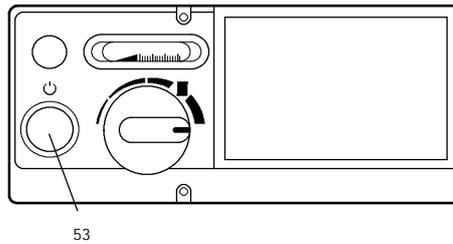

fig. 5.2
- 4 Premere il pulsante acceso/spento della caldaia (53 in fig. 5.2).
- 10 Scollegare elettricamente la caldaia mediante il pulsante acceso/spento della caldaia (53 in fig. 5.2).
12 Ricollegare elettricamente la caldaia mediante il pulsante acceso/spento della caldaia (53 in fig. 5.2).
17 Scollegare elettricamente la caldaia mediante il pulsante acceso/spento della caldaia (53 in fig. 5.2).